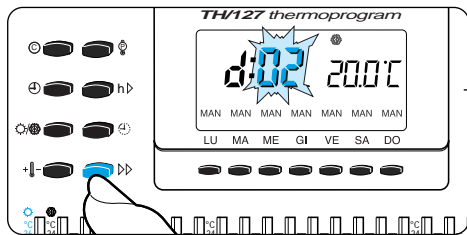

Fig. 30
9.6 - Premere il pulsante ➡➡ (fig. 30) sino a che non si raggiunga il numero dei giorni desiderato da 1 a 99.